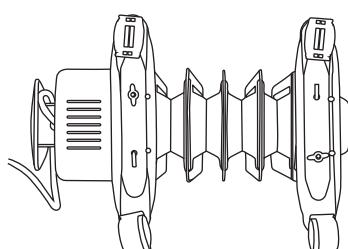

Рис. 4
1. Соединить одну из опорных ножек (2) с двумя роликами (1).
2. Закрепить гайками (3).
4. Перевернуть обогреватель нижней частью кверху, как показано на Рис. 4.
5. Продеть металлический держатель (4) через фиксатор.